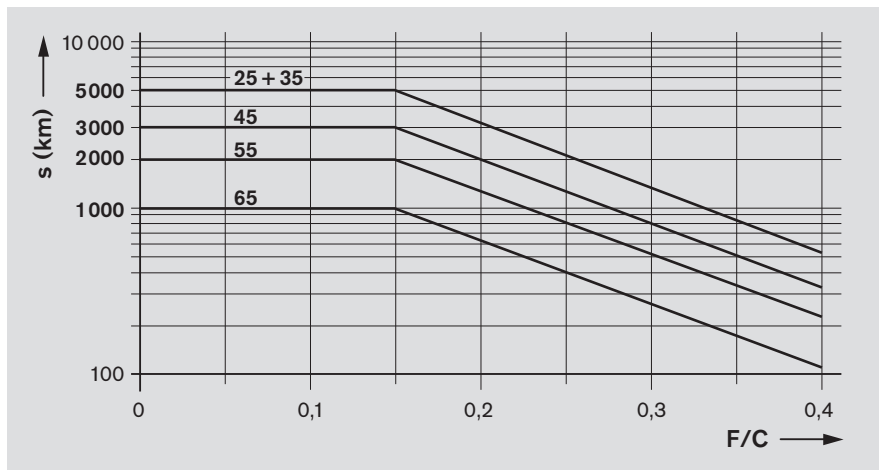

图 4
- 当达到图 4 所给的运行距离时，对前置润滑单元进行检查。
在达到图 4 所给的运行路程之后，或者最晚工作两年之后，我们建议，更换前置润滑单元，并且在安装新的前置润滑单元之前，给滑块补加润滑脂。
- 当达到图 4 所示的润滑周期的运行距离时，按表 4 规定的润滑剂量补充润滑。